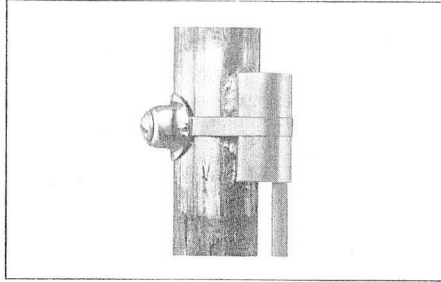

Bild 6 Vorlauffühler VFAN 1
- b) Vorlauffühler VFAN 1 (bereits am Zentralgerät angeschlossen) (Bild 6)